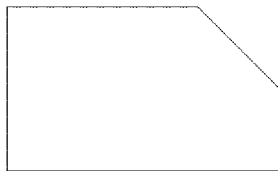
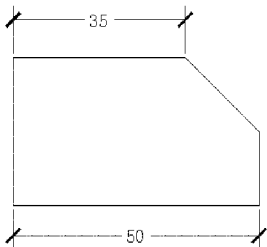

图 3.2 原图
图 3.3 标注矩形尺寸
(1) 确认“正交”按钮、“对象捕捉”按钮和“对象捕捉跟踪”按钮处于打开状态。
(2) 在绘图区单击鼠标指定矩形起始点,分别标注梯形的长度,图 3.2 所示为原图,图 3.3 所示为标注尺寸后效果。